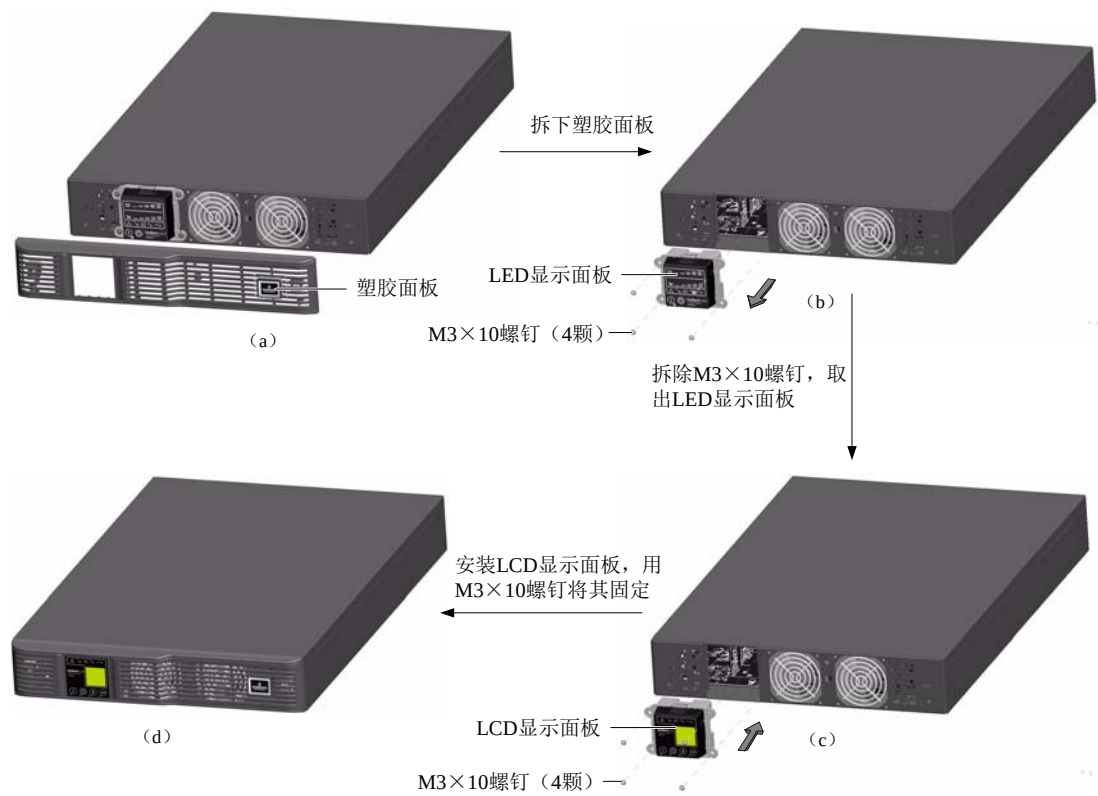

图8-18 LCD 显示面板安装示意图
2. 用手扣住 UPS 的塑胶面板两端，向外轻拉即可拆下塑胶面板，如图 8-18（a）所示。
3. 拆除固定显示面板与 UPS 机箱的 4 颗 M3×10 螺钉，将 LED 显示面板及其电缆从机箱内部取出，如图 8-18（b）所示。断开与 LED 显示面板连接的三根电缆，拆除 LED 显示面板。
- 4. 连接 LCD 显示面板的三根电缆，将 LCD 显示面板用 4 颗 M3×10 螺钉固定，如图 8-18（c）所示。
- 5. 安装塑胶面板，如图 8-18（d）所示。